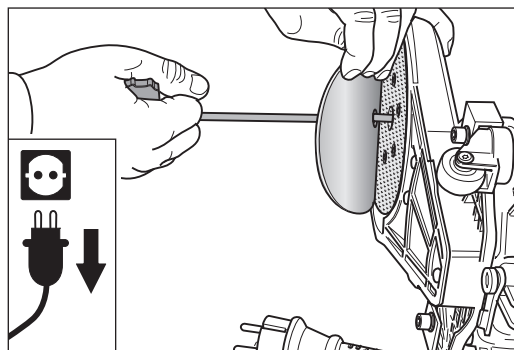

Bild 11 Sätt på den nya kardborrslipskivan i mitten och tryck fast den.
- 5 Läg på en ny kardborrslipskiva. Kardborrslipskivan måste positioneras i mitten av sliptallriken. Hålet i mitten av slipskivan och universalnyckeln underlättar centreringen (bild 11).